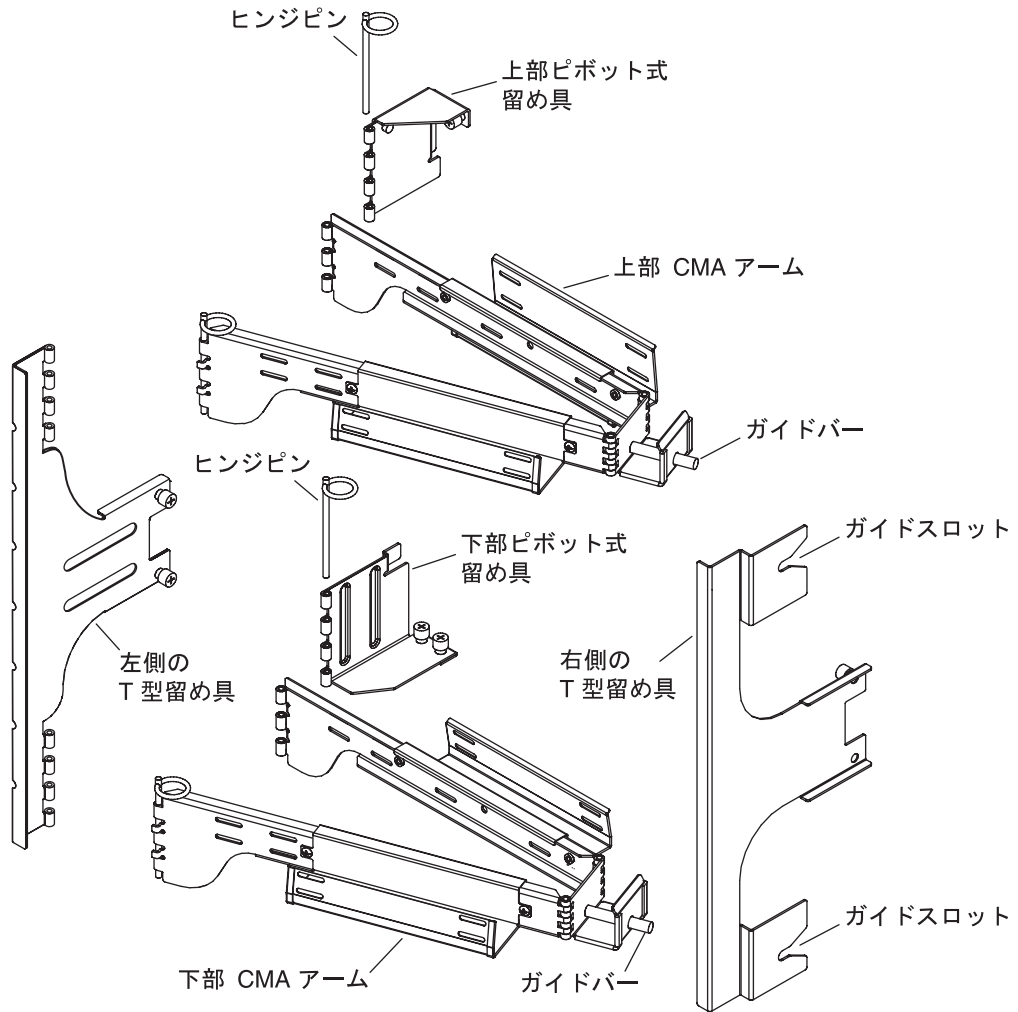

図 1-17 上部および下部の CMA アームと左側および右側の T 型留め具
1. 図 1-17 を参照して、手順全体で使用する CMA 部品を確認します。